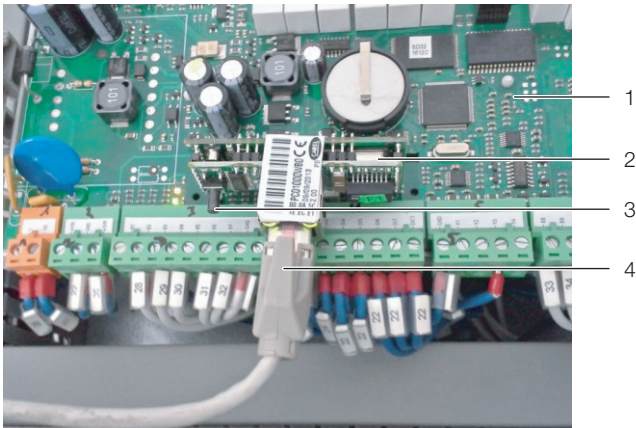

Abb. 36: pCO Web Karte
- Drücken Sie bzw. ggf. eine zweite Person die „Reset“-Taste (Abb. 36, Pos. 3) und halten Sie sie während des Bootvorgangs der Karte für ca. 20 Sekunden gedrückt, bis die Status-LED dreimal langsam blinkt.